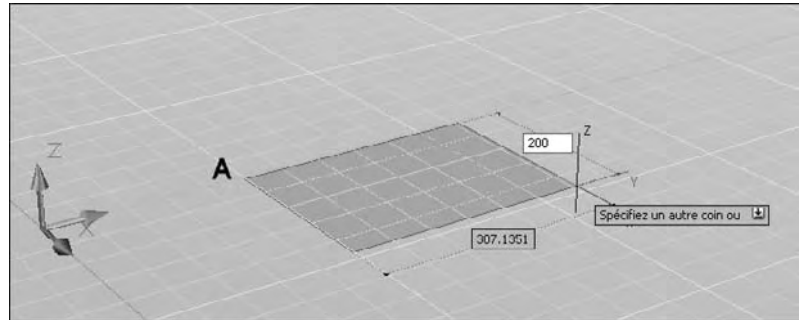

Fig.3.10
- 7 Entrez la longueur en tapant la dimension. Exemple : 200 (fig.3.10).